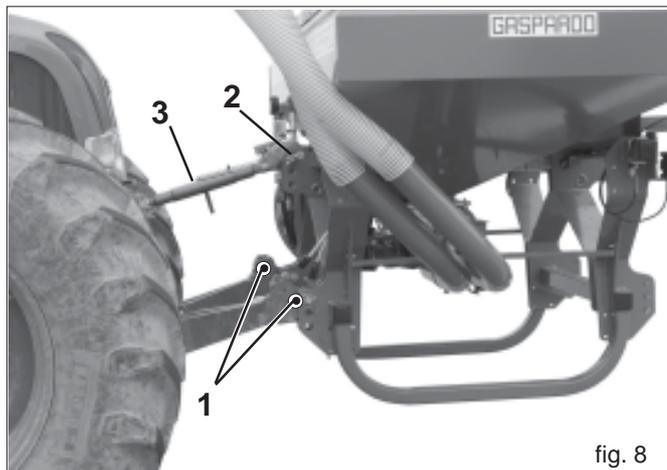

fig. 8
- 1) Enganchar las barras del elevador en los pernos predispuestos (1 Fig. 8). Bloquear con el pasador de muelle.
- 2) Conectar el tercer punto superior (2 Fig. 8); la clavija tiene que bloquearse con el respectivo pasador; a través del tensor de regulación (3 Fig. 8) tratar que la sembradora se encuentre en posición perpendicular al terreno.